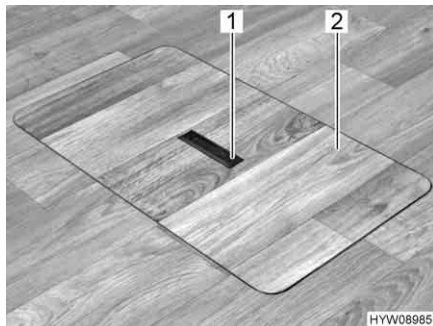
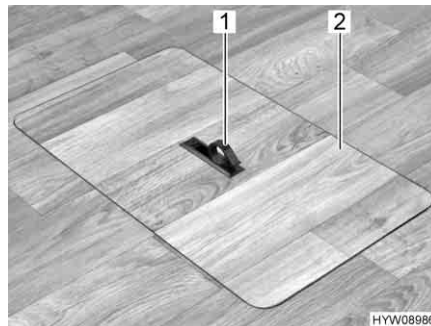

Fig. 24 Copertura vano pavimento (maniglia abbassata)
Fig. 25 Copertura vano pavimento (maniglia estratta)
- Spingere la piastra di presa (Fig. 24,1) verso il basso da un lato. La maniglia (Fig. 25,1) viene ruotata verso l'alto.
- Alzare la copertura (Fig. 25,2).
- Collocare la copertura (Fig. 25,2) nell'intelaiatura presente sul fondo.